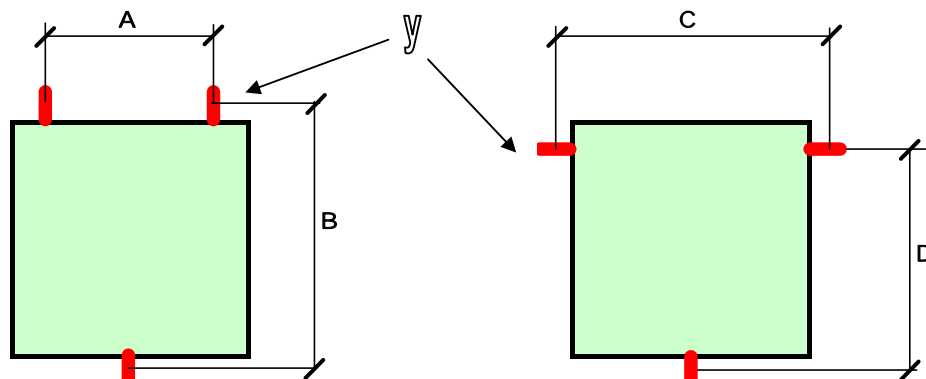

figure 1 : coffret avec 3 pattes de fixation
- coffret mural équipé de pattes de fixation (figure 1) ;
Le tableau 1 ci-après donne les entraxes de fixation (voir figures 1 et 1 bis) pour la version « coffret mural ». Ces entraxes sont fonction de la position des pattes de fixation (y) et des dimensions hors tout du coffret (**hauteur x largeur x profondeur**).
figure 1 bis : coffret avec 4 pattes de fixation